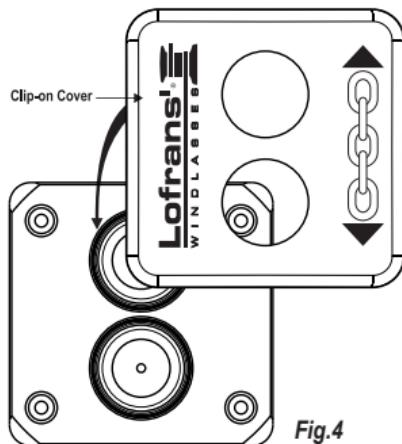

Fig.4
- Solo cuando esté totalmente terminado y satisfecho con el cableado y el posicionamiento de la unidad, sujeté el panel frontal / cubierta con un clip. El logotipo de Lofrans debe estar en el lado izquierdo del panel táctil, exactamente como se muestra en la Fig.4